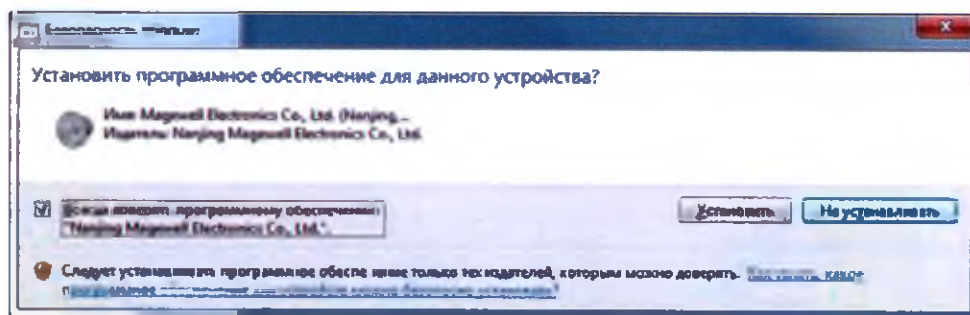

Рисунок 6.5 — Окно подтверждения установки
- Для установки драйвера карты видео захвата Magewell откройте папку Magewell в папке Prereg и запустите MWDriverInstaller_x64.exe. После начала установки возникнет окно с подтверждением (рисунок 6.5). Необходимо установить флаг "Всегда доверять программному обеспечению..." и нажать на кнопку установить.